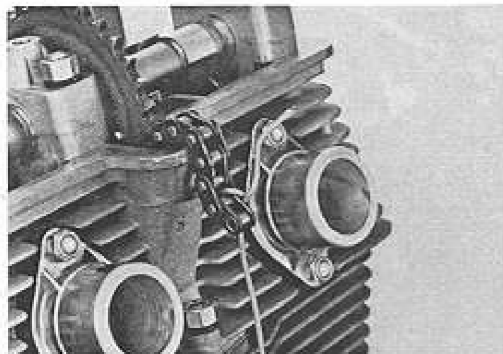

Fig. 36
- Sfilare la maglia di congiunzione, rimuovere i due rami della catena dalle ruote dentate degli alberi a camme e, mantenendoli ben tesi, per mezzo dei due fili fissarli provvisoriamente al basamento (Fig. 36).
- Withdraw the connecting link, disengage the two chain runs from the camshaft sprockets and, pulling them taut, secure them to the crankcase by means of the wires (Fig. 36).